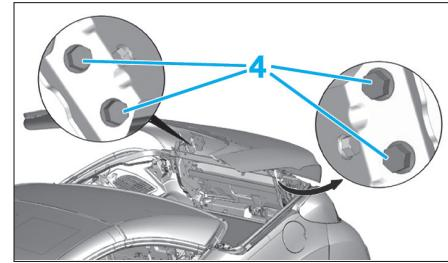

Fig. 139
- A l'aide d'un deuxième opérateur, déposer les vis (4) (Fig.139).